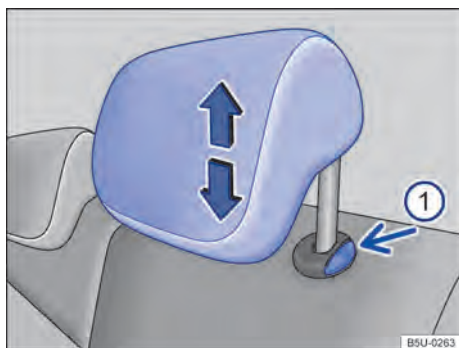

Fig. 75 Apoio para cabeça traseiros: ajustar.
- Empurrar o apoio para cabeça para cima na direção da seta → Fig. 75 (A) ou com a tecla → Fig. 75 (B) pressionada, empurrar para baixo → ▲ em *Introdução ao tema* na página 80.